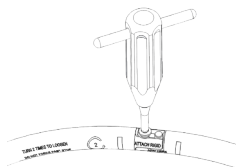

Figure 2
- À l'aide du **tournevis hexagonal**, serrez chaque vis sur l'**anneau écarteur** pour fixer l'assemblage (Figures 2 et 3).